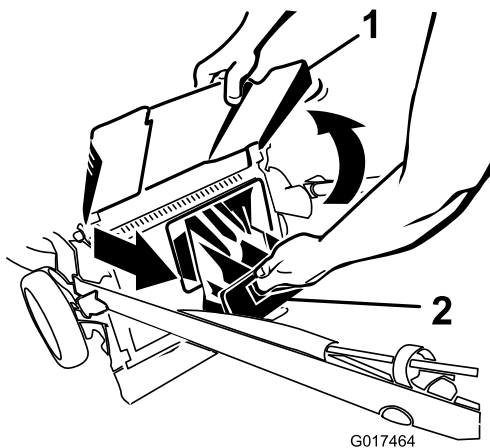

Figura 21
2. Levante y sujete el deflector de descarga (Figura 21).
3. Saque el tapón de descarga trasera (Figura 21).